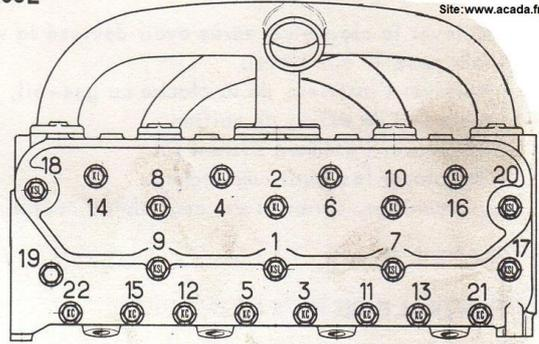

FIG. 9
**TRES IMPORTANT** : Dans l'ordre indiqué sur les figures 9 et 10 décoller chaque vis en la desserrant de 1/8ème de tour avant de la serrer au couple de 6,5 à 7,5 m. kg.